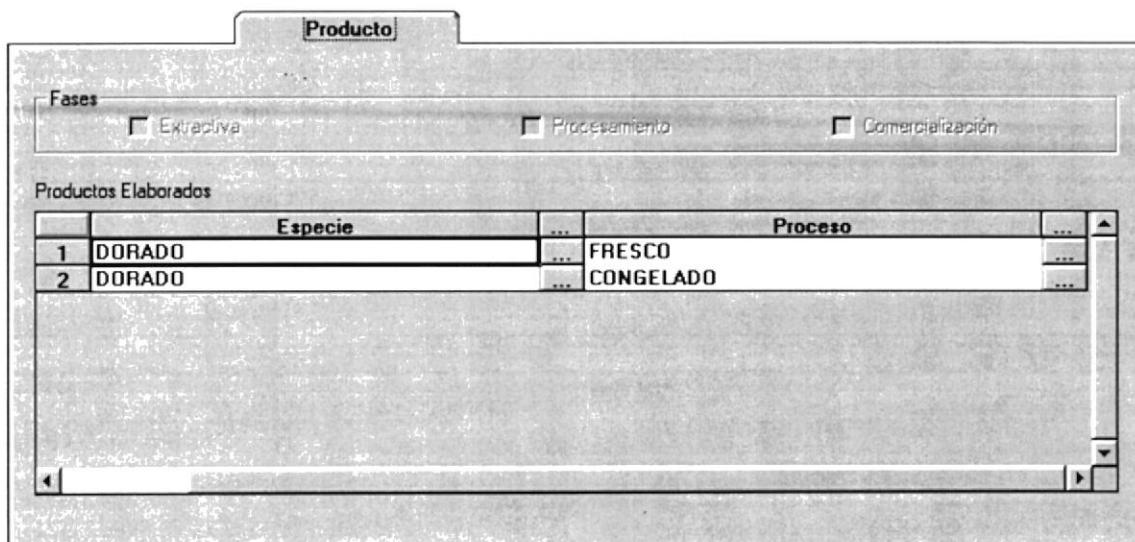

Figura 8.28 Opción producto
9. Escoja el Producto dando click en la pestaña, allí saldrá una subpantalla (ver figura. 8.28)